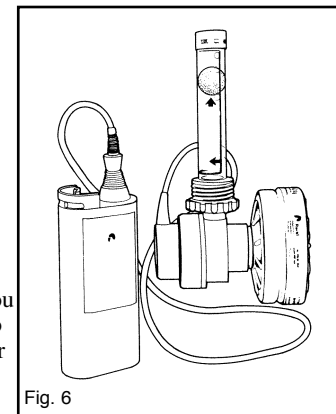

Fig. 6
2. Insira a base do indicador de fluxo de ar dentro do lado da saída da unidade de motorizada /filtrante. (Fig. 6) Gire o interruptor do pacote de bateria para a posição “ligado” (ON).
O filtro SP3 da 3M usado no Sistema Powerflow™ 3M™ deve ser trocado quando estiver entupido, conforme indicado por uma baixa taxa no teste de desempenho do usuário. (Fig. 6) Examine o seu sistema freqüentemente usando o indicador de fluxo de ar fornecido e seguindo estritamente os requisitos de fluxo do sistema 3M. A vida útil do filtro poderá variar, dependendo da concentração de partículas do contaminante no ambiente. Os filtros usados devem ser descartados de acordo com as leis federais, estaduais e municipais.